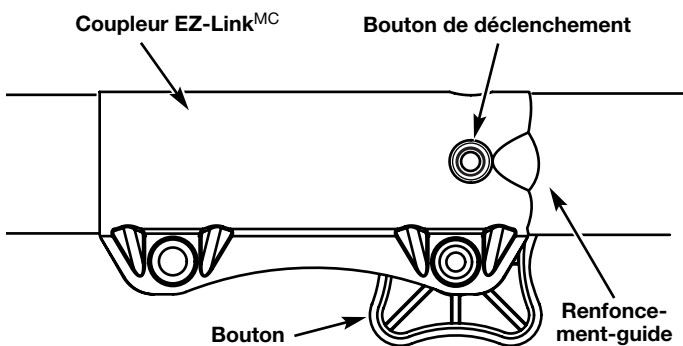

Fig. 22
**AVERTISSEMENT:** évitez tout démarrage accidentel. Tenez-vous en position de démarrage lorsque vous tirez sur la corde de démarrage (Fig. 22). L'opérateur et l'appareil doivent tous deux être en position stable pour éviter des blessures graves. Vérifiez la bonne installation de l'accessoire avant le démarrage de l'appareil.
1. Dévissez le bouton vers la gauche (Fig. 22).
2. Appuyez sur le bouton de déclenchement et maintenez-le enfoncé (Fig. 22).
3. Tenez fermement le corps de l'arbre supérieur et retirez l'accessoire de coupe ou autre du coupleur EZ-LinkMC (Fig. 22).
**NOTE :** aligner le bouton de déclenchement avec le renforcement-guide facilitera l'installation (Fig. 22).